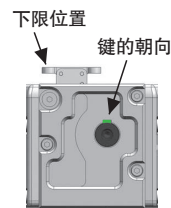

图3
13. 驱动部底面朝下安装时，在行程下限位置，轴的键槽几乎呈朝上状态（参见图3）。但在进行同步时，齿隙等引起的个体差异会造成轻微的偏移，因此请另行设置相位调整机构。